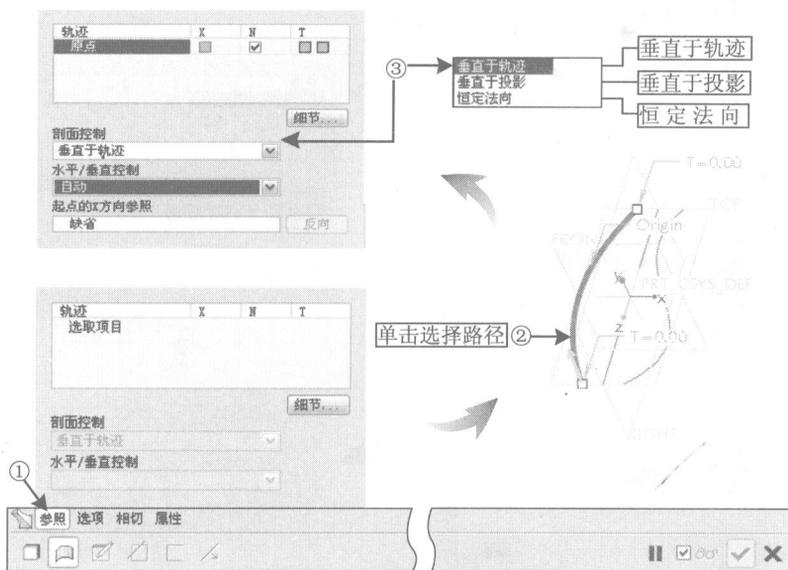

图1-14 定义路径与截面的对应方式
绘制好2D曲线后，按照设定截面参考路径的方式。选中①参照选项将弹出对话框→②单击选择窗口中左侧的路径，此时轨迹(Trajectories)内的选取项目(Select items)自动转为原点(Origin)，而且右侧的N选项自动被勾选，即系统自动内定路径为垂直(除非再另选择一条路径，才能再进行其他设定)；接着再在剖面控制(Section plan control)处→③选择垂直于投影(Normal To Trajectory)进行其他选项的设定，如图1-14所示。需要特别注意，若在后续设定的截面对应方式与轨迹(Trajectories)的选项有冲突时，系统会自动以轨迹(Trajectories)的设定为准。